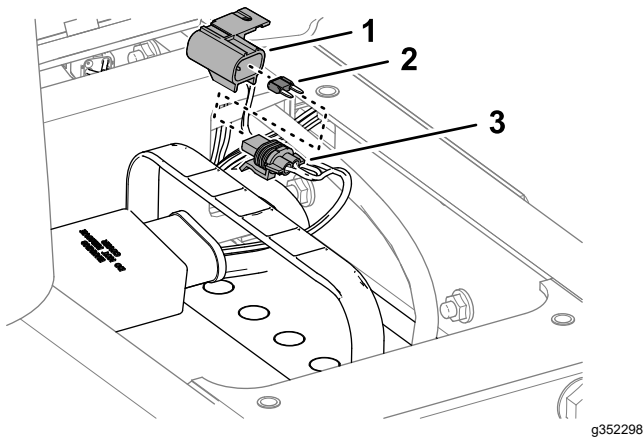

Bild 71
2. Entfernen Sie die Kappe vom Leitungssicherungshalter (Bild 71).